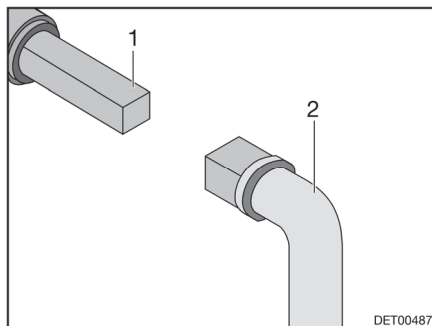

Bild 143 Handhavande avloppsventil
- Sätt nyckeln (Bild 143,2) mot fyrkanten (Bild 143,1).